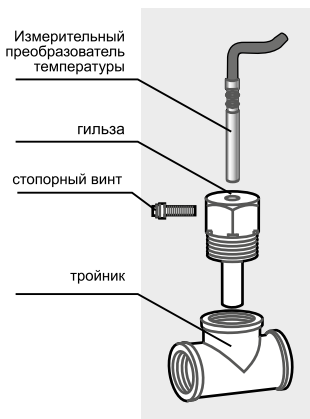

Рисунок 5 – Установка ИПТ в погружную гильзу
- § **Первый способ** – ИПТ устанавливается в погружную гильзу, монтируемую в трубопроводную арматуру, например, тройник для установки погружной гильзы, рисунок 5. При этом рекомендуется ввести в гильзу небольшое количество теплопроводящей пасты перед установкой ИПТ.